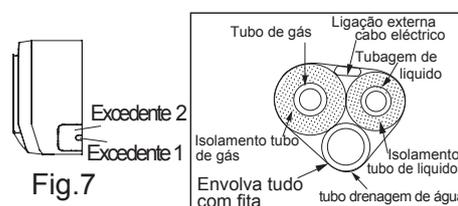

Fig.7
1. Ao encaminhar a tubagem e cablagem do lado direito ou esquerdo da unidade interior, corte os excedentes da carcaça se necessário (mostrado na Fig.7)